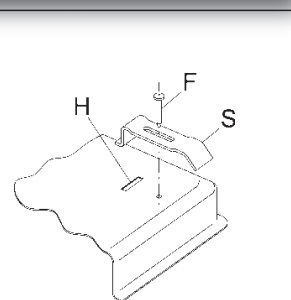

FIG. 10
- Se blochează cu elementele de prindere "S", având grijă să se introducă marginea îndoită în orificiul "H", apoi se strânge șurubul "F" până când elementul de prindere "S" se blochează pe blat (fig. 10).